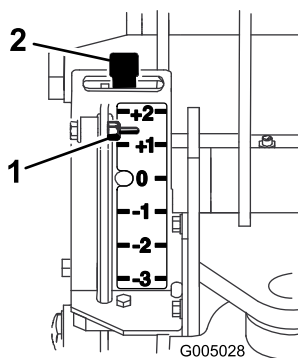
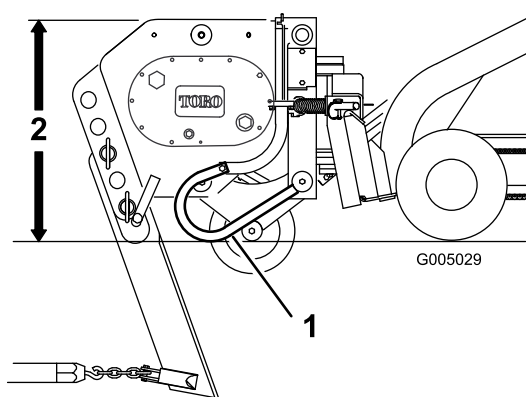

Рисунок 6
Рисунок 7
5. Наклоните пластину навесного оборудования до упора назад, чтобы верхняя часть плуга была параллельна земле (Рисунок 7).
Глубиномер расположен с левой стороны плуга и направлен в сторону тягового блока. От глубиномера в землю отходит шток в сборе (Рисунок 7). Когда вы поднимаете плуг, индикатор на глубиномере перемещается вниз. Отметки на глубиномере показывают количество дюймов, на которое плуг находится ниже или выше максимальной глубины во время работы (Рисунок 6). Глубиномер показывает значения от +2 до -3. Показание «+2» глубиномера означает глубину 5,0 см ниже поверхности без растительности, показание «-3» глубиномера означает высоту 7,6 см над поверхностью